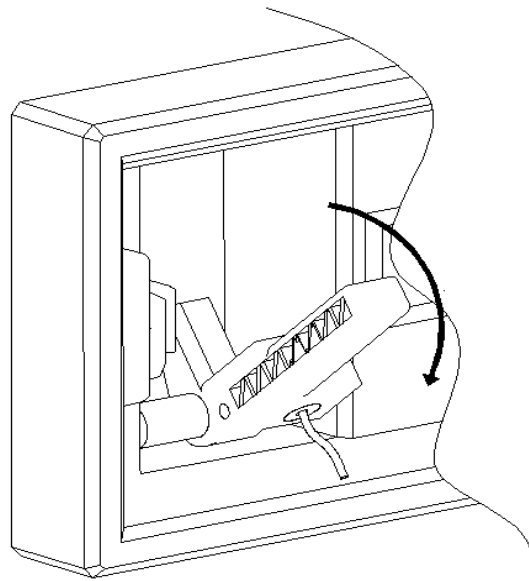

fig. 3
**Attenzione.** Al fine di garantire il funzionamento del dispositivo di sblocco, si consiglia di eseguire le operazioni precedentemente descritte a serranda chiusa e verificare che sia resa impossibile la sua apertura se non agendo sulla leva come mostrato in fig.3.